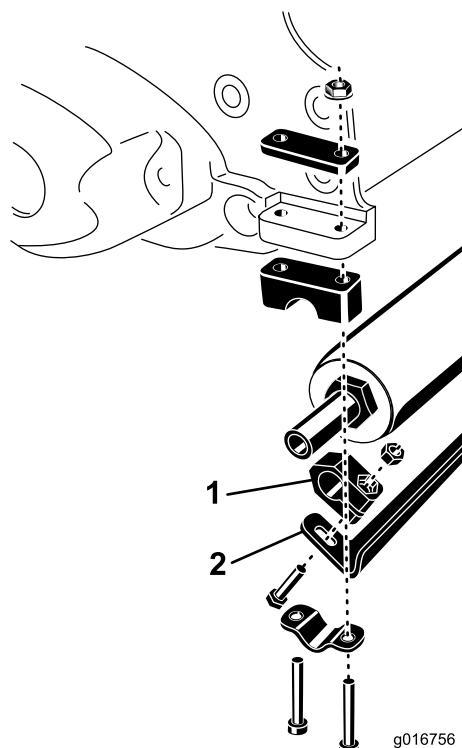

Figura 2
- Instale provisionalmente el rascador del rodillo en cada extremo del rodillo con una abrazadera, un tornillo de caperuza y una tuerca. Posicione los componentes según se muestra en Figura 2.
- Instale provisionalmente el rodillo en la unidad de corte con los tornillos de caperuza, las abrazaderas y las tuercas que retiró anteriormente (Figura 2).
- Centre el rodillo en la unidad de corte y apriete los tornillos de caperuza y las tuercas de la abrazadera del rodillo (Figura 2).